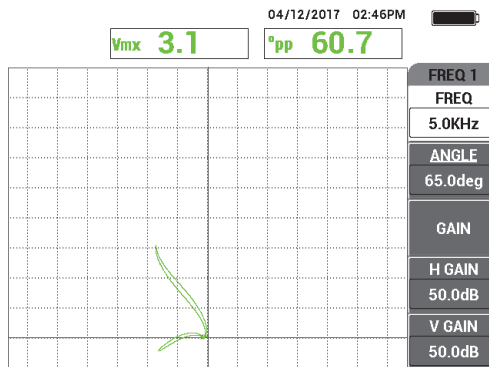

Abbildung 5-183 Prüfung von zwei Nuten
3. Prüfen Sie langsam das Rohr, bis die Fehler 10 % ID und 20 % AD angezeigt werden. Wird das Signal des Lochs auf dem NORTEC 600 angezeigt, drücken Sie die Direktzugriffstaste **FREEZE** (❄) [siehe Abbildung 5-183 auf Seite 275].